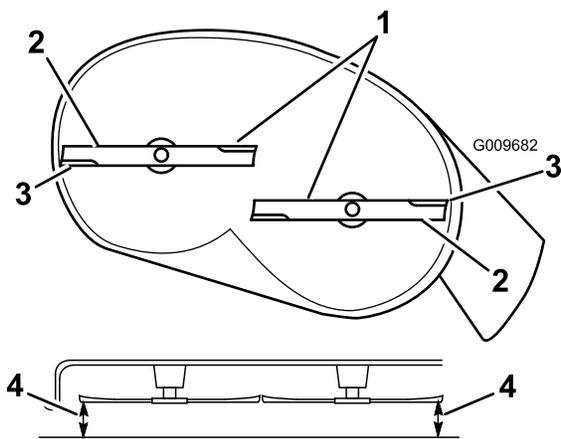
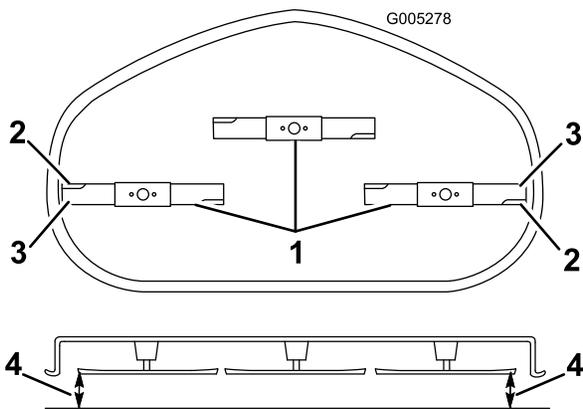

Figura 57
Figura 58
- Gire cuidadosamente las cuchillas hasta que estén todas orientadas lateralmente (Figura 57 y Figura 58).
- Mida entre los bordes de corte exteriores y la superficie plana (Figura 57 y Figura 58). Si hay una diferencia de más de 5 mm entre ambas dimensiones, se requiere un ajuste; siga con este procedimiento.